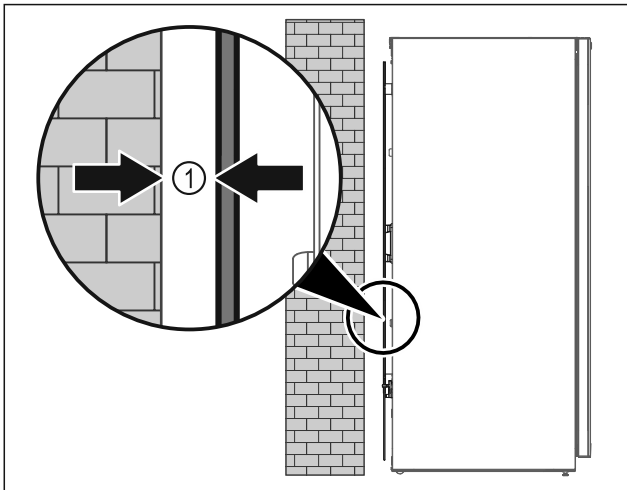

Fig. 9
- ▶ Instalați aparatul fie liber în încăperea sau direct la un perete cu o distanță minimă de 5 mm Fig. 9 (1).